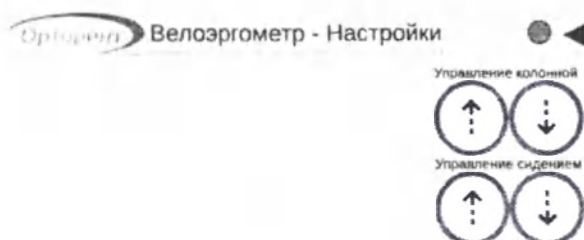

Рис.5. Экран Настройки
8. «НАСТРОЙКИ» - переход на экран настроек аппарата (Рис.5)